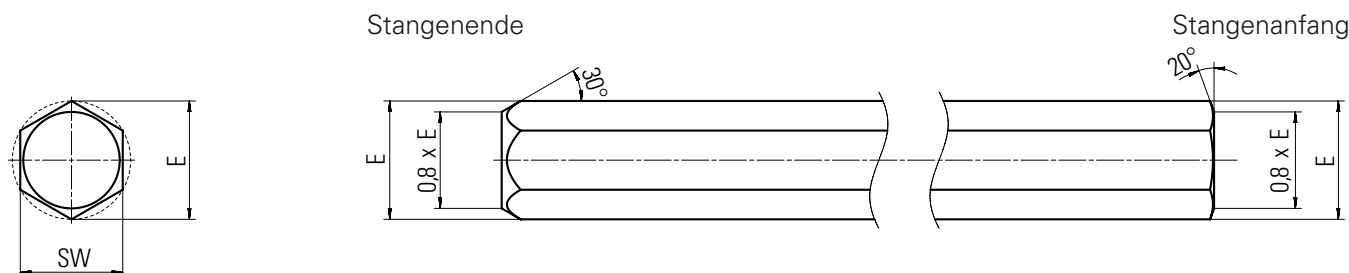

Abbildung 1
- Der Stangenanfang muss nach *Abbildung 1* **angefast** sein; dies gilt auch für Kantwerkstoff.